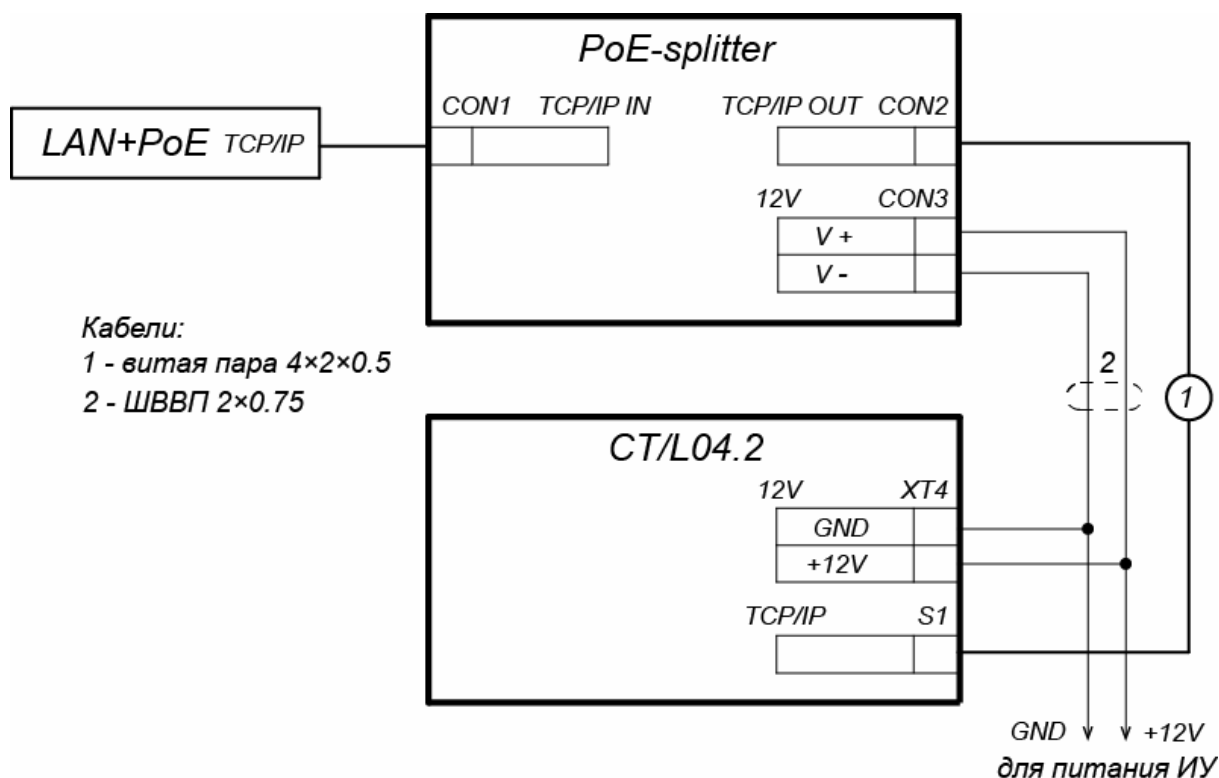

Рисунок 20. Схема подключения контроллера через PoE-сплиттер
3. Подключите цепи питания контроллера и при необходимости управляемого им ИУ к разъему **Con3** сплиттера. Схема подключения приведена на рис. 20 (штекер для подключения к разъему входит в комплект поставки сплиттера).